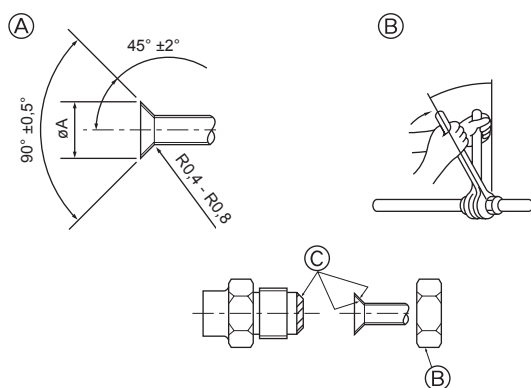

Fig. 3-2
3.2. Aansluiten van de pijpen (Fig. 3-2)